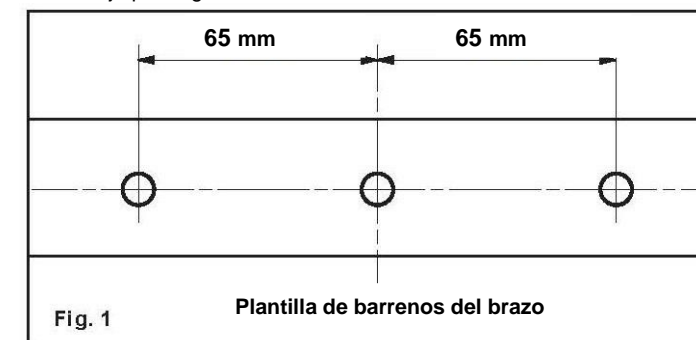

Fig. 1 Plantilla de barrenos del brazo
- Utilizando el soporte como plantilla, marque los lugares para los tornillos (3) con lápiz. (Fig. 1)
- Instale el soporte con los (3) tornillos de cabeza hexagonal con arandelas con una llave o dado de 13 mm (1/2"). Apriete los tres tornillos hasta que queden firmes.
3. Using the bracket as a template, mark the (3) screw locations with pencil. (Fig.1)
5. Install the bracket with the (3) provided head wood screws with washers using a 1/2" wrench or socket. Tighten all three until snug.